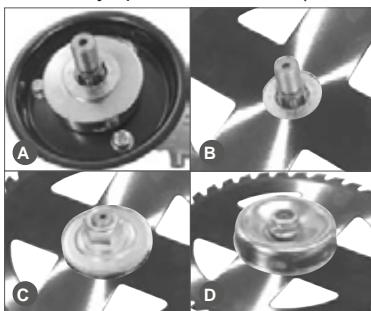

Рис. 5 Установка ножа
Установите на редуктор защитную шайбу (A) Рис.5. Установите на редуктор нож для травы (Рис.5B). При установке посадочное отверстие в ноже должно точно совпасть с выступом на шайбе. Установите прижимную шайбу ножа (Рис.5C). Установите ограничительную чашку и затяните гайку крепления ножа (Рис.5D).